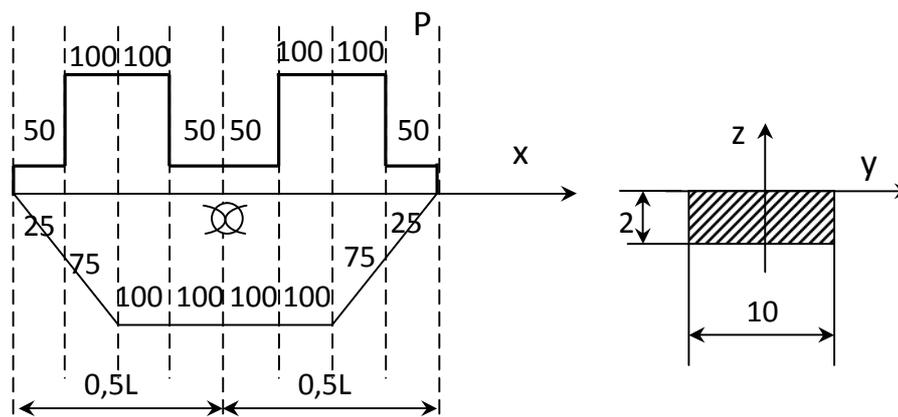

Рис. 1 Весовая нагрузка и площади шпангоутов судна
3.1. Для морского судна дана (рис.1) схема распределения по длине весовой нагрузки и площади теоретических шпангоутов погруженной части судна (строевая по